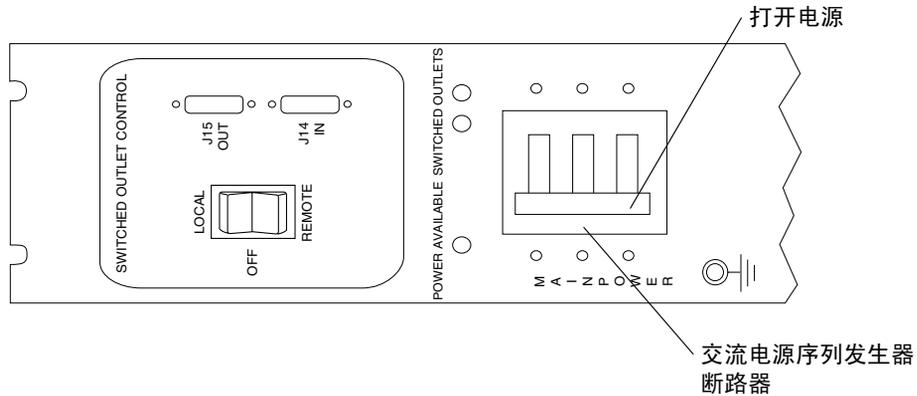

图 B-9 交流电源序列发生器控制面板：打开
8. 在基本机柜的前下方和后下方，将交流电源序列发生器的断路器推到 On 位置（图 B-9）。